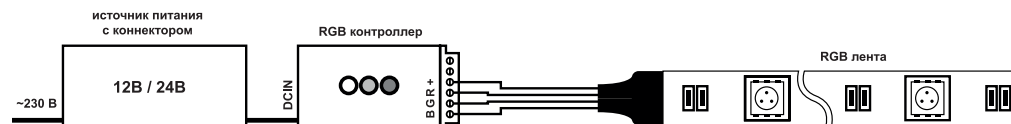

Рис. 1
3. Подключите контроллер к светильнику или ленте, соблюдая полярность «+» и «R,G,B». Общая схема включения контроллеров представлена на (Рис. 1).